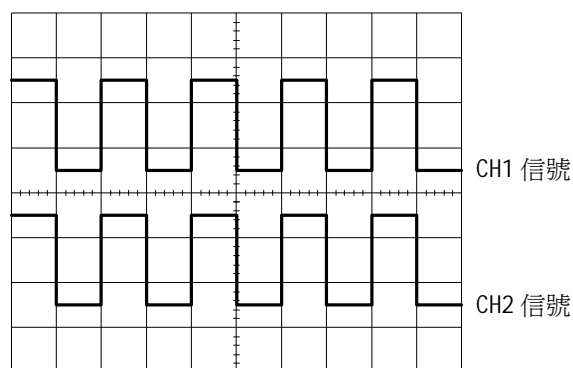

图 4-4
- ☑ 将 VERT MODE^⑭置于 DUAL 位置。此时，显示屏上应有两条扫描线，CH1 的轨迹为校准信号的方波；CH2 则因尚未连接信号，轨迹呈一条直线。
- 将探棒连接至 CH2 输入端^⑫，并将探棒接上 2V_{p-p} 校准信号端子^①。
- ✎ 按下 AC-GND-DC 置于 AC 位置，调 V POSITION 钮^⑪^⑱，以使两条轨迹如图 4-4 般显示。